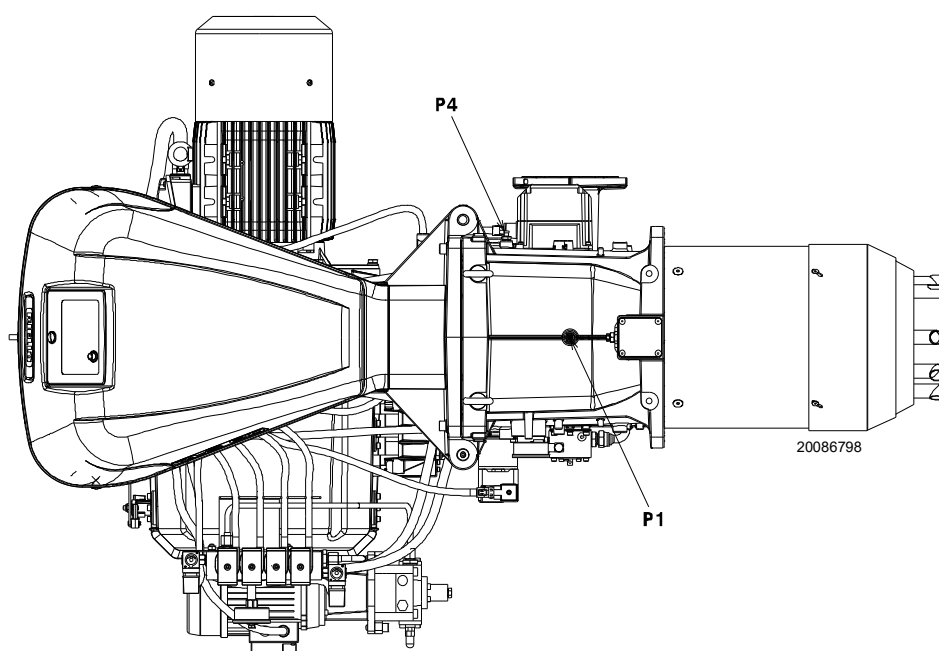

Fig. 28
Presiunea gazului măsurată la ieșirea P1)(Fig. 28), cu:
- scădeți presiunea din camera de ardere din presiunea gazului la orificiul P1)(Fig. 28).
Presiunea gazului la orificiul P1)(Fig. 28) = 29,4 mbar
Pentru a cunoaște presiunea de gaz necesară la ieșirea P1)(Fig. 28), setați puterea MAX la care doriți să funcționeze arzătorul:
- Citiți în dreapta, coloana 1, presiunea la priza P1)(Fig. 28).
presiunea necesară la priza P1)(Fig. 28).